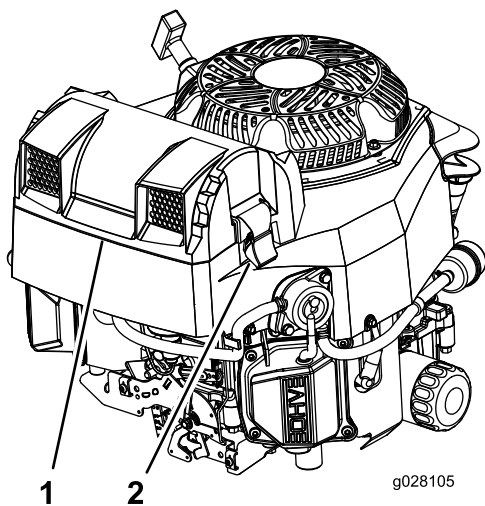

Figura 33
2. Retire la tapa para tener acceso a los elementos del limpiador de aire (Figura 33).
3. Instale la tapa y sujétela con los enganches (Figura 33).